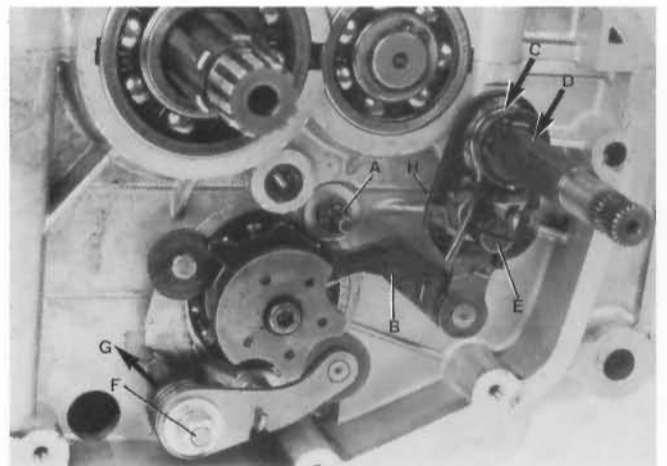
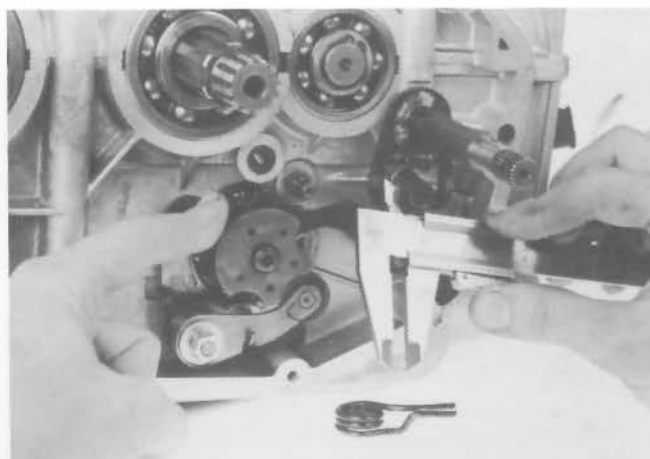
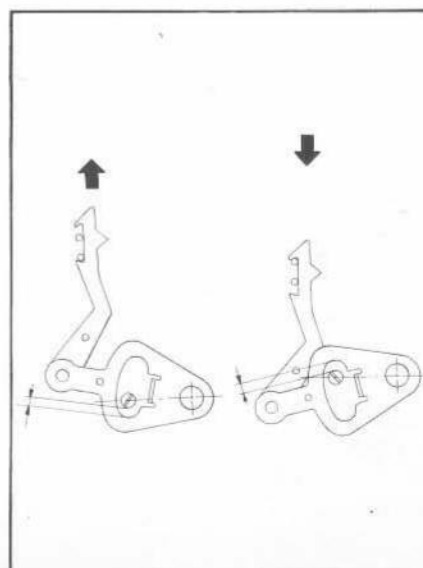
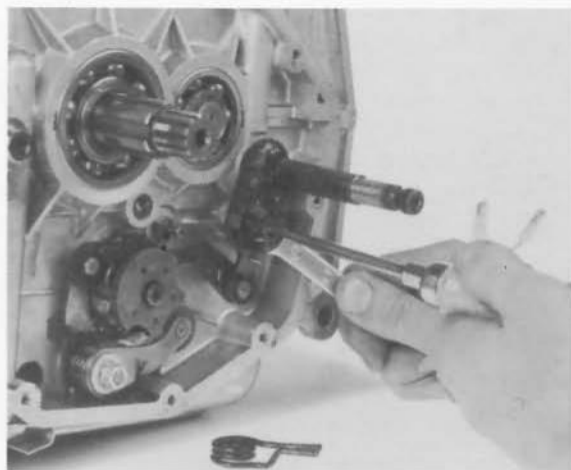

Fig. 141
Fig. 147
Fig. 148
Fig. 149
Smontaggio (Fig. 141)
- 1) Togliere la molla di richiamo (C - Fig. 141) infilata sull'alberino del pedale del cambio senza smontare nessuna altra parte del selettore.
- 3) Spingere con un dito sull'estremità della levetta (B - Fig. 141) accostandola leggermente, senza premere, al rullo del settore e misurare con un calibro (Fig. 147) la distanza, in queste condizioni, fra eccentrico e foro ovale della leva di comando (H) dalla parte sinistra (Fig. 148).
Removal (Fig. 141)
- 1) Remove the return spring (C - Fig. 141) fitted to gear pedal shaft, without removing any other part of the selector mechanism.
- 3) Push the lever end (B - Fig. 141) with a finger and, without pressing it, lightly move it close to the pin of the gear selector drum; with a vernier caliper (Fig. 147) measure the distance existing in this conditions between cam and slotted hole of the operating lever H, from left side (Fig. 148).
4) Lasciando tutto il resto inalterato tirare ora con le dita l'estremità della leva accostandola leggermente, senza premere, all'altro rullo del settore; misurare la distanza fra foro ovale ed eccentrico dalla parte destra (Fig. 148).
5) Confrontare le misure e ruotare l'eccentrico (E - Fig. 141), dopo averne allentato il contro-dado fino a che provando come al punto 3 e 4, le misure non risultano uguali; quindi bloccare il contro-dado, impedendo qualsiasi rotazione dell'eccentrico (Fig. 149).
Measure the distance between slotted hole and cam from right side (Fig. 148).
5) Compare the values thus obtained and turn the cam E, having slackened the locknut, until the two measurements (points 3 and 4) give the same values. Tighten the locknut in order to avoid any movement of the cam (Fig. 149).